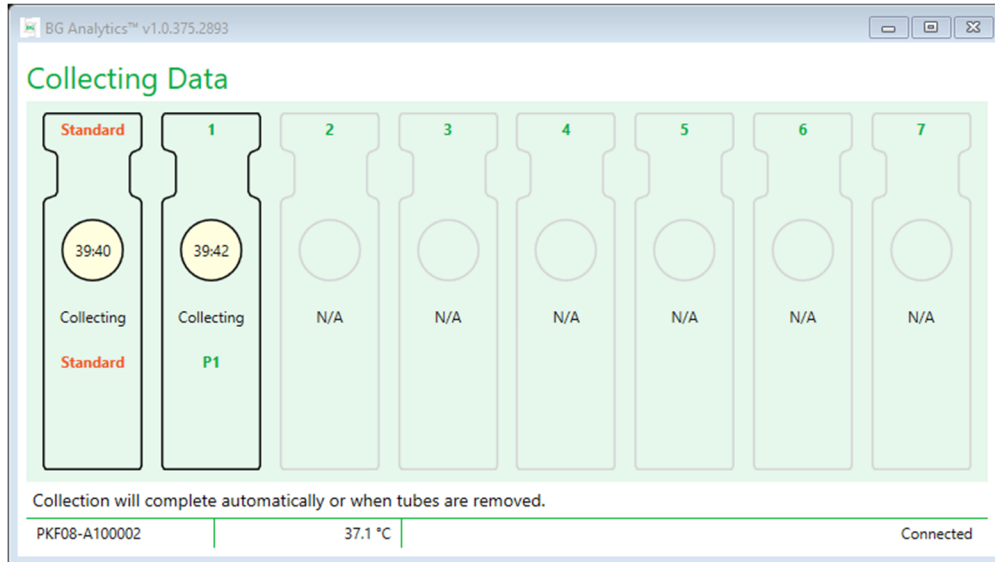

Figura 13. Pantalla de recopilación de datos de BG Analytics® con PTR STAT en pocillo del patrón y un (1) tubo de paciente en el pocillo n.º 1
4. Continúe de la misma manera con todos los tubos REAC STAT que contengan la muestra del paciente (como se muestra en la Figura 13).